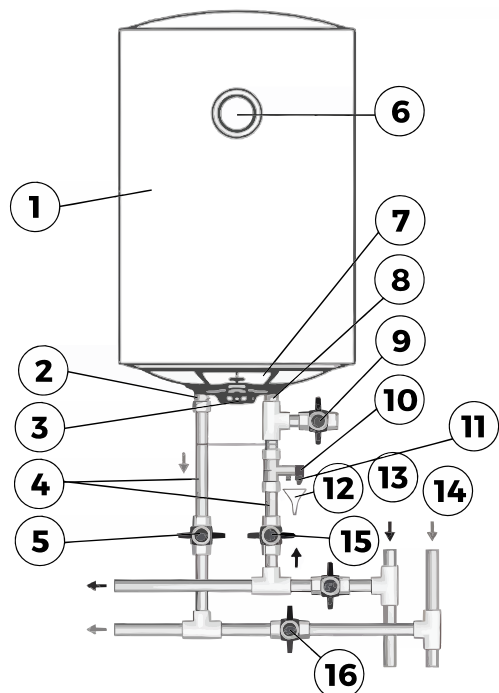

Рисунок 3. Схема підключення до водопроводу
• Якщо користувачі хочуть реалізувати багатоходову систему подачі, зверніться до методу, показаного на рис.3 для підключення трубопроводів.